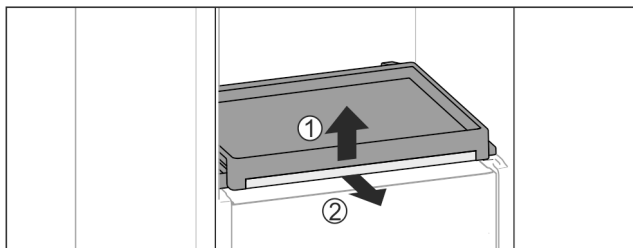

Fig. 111
- Извадете изтеглящата се дъска със стъклената плоча: Повдигнете леко отпред стъклената плоча Fig. 111 (1) и я изтеглете напред Fig. 111 (2).